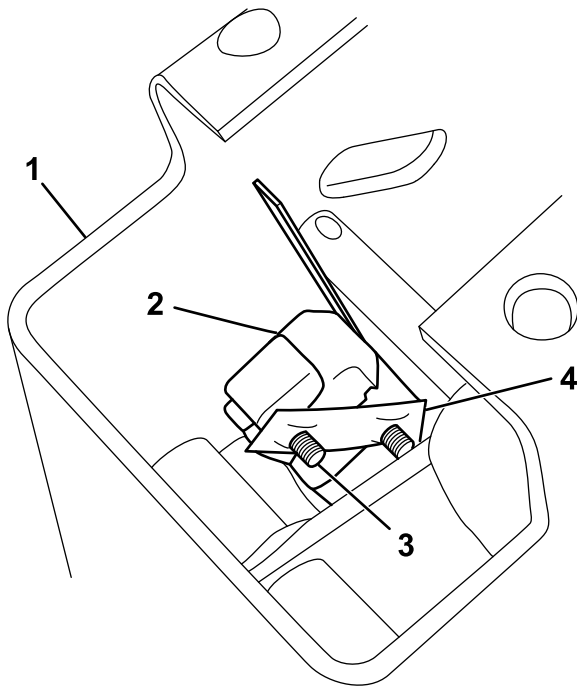

Bild 2
4. Montieren Sie den Schalter mit zwei Schrauben (Nr. 4 x 3,4 Zoll) und der Geschwindigkeitsmutter an der rechten Seite der Schaltung (Bild 2).